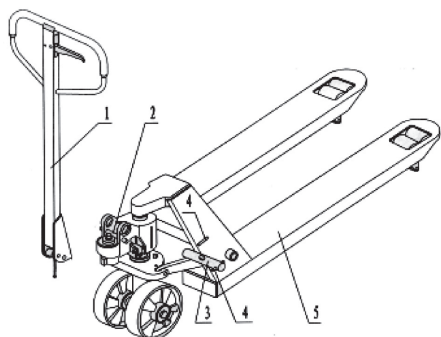

Fig. 1. 1. Håndtaksenhet 2. Splint
- Press ned håndtaksenheten (110B), ta bort splinten (#2) (se fig. 1)
- Sett manøvreringshåndtaket (117) i «RAISE» posisjon, hev deretter pendelarmen (319) med splinten (#2) og sett inn justeringsbolten (103) i pendelarmens fremste spor. Ob servere at justeringsmutteren (104) skal være på undersiden av pendelarmen.
- Bruk hammeren for å slå i ytterligere en elastisk splint (106) i håndtakssplinten (105). Nå er håndtaket montert på pumpeenheten.